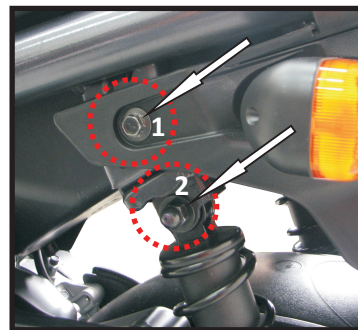

Imagen 1
- 1- Retirar el tornillo #1 y el conjunto # 2 indicados en la *Imagen 1*.